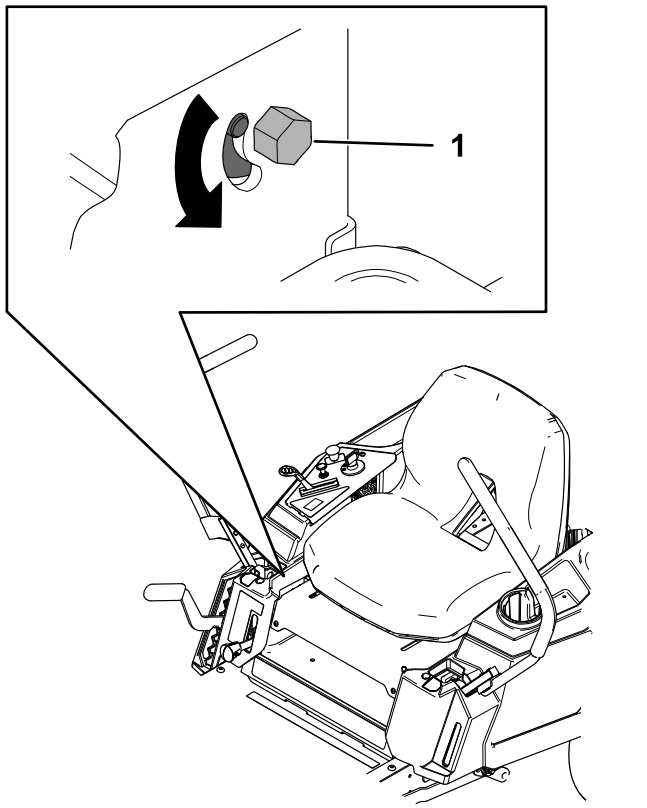

Figura 53
3. Localice el perno de ajuste de la dirección junto a la palanca de control de movimiento en el lado concreto que necesite ajuste (Figura 53).